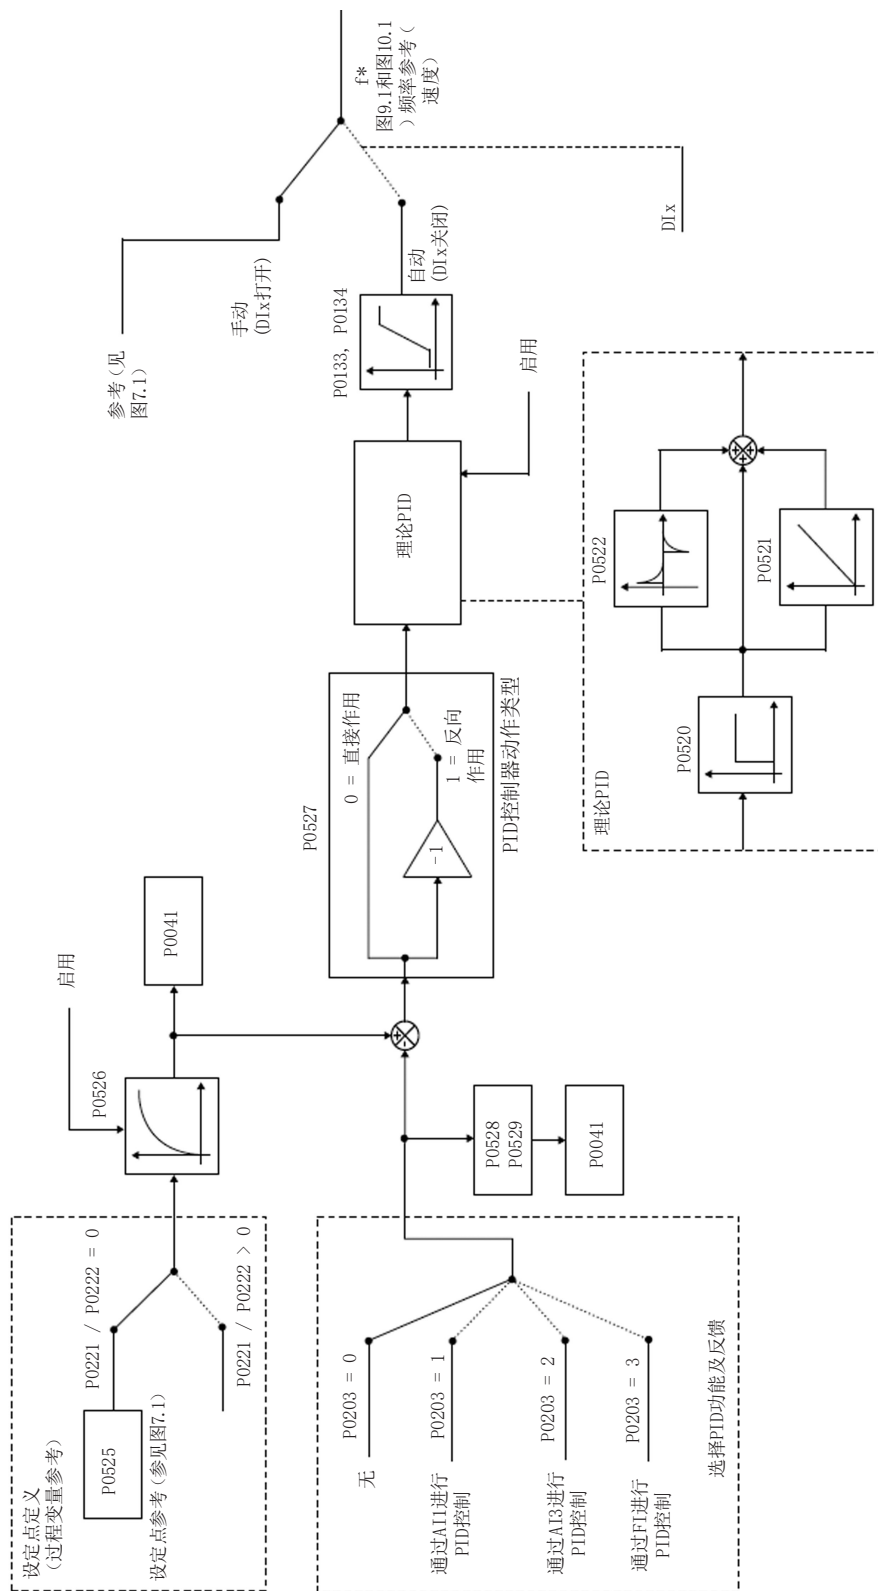

图 15.1: PID控制器框图
CFW500具有PID控制器功能,它可以用来控制闭环过程.该功能能够在变频器的普通转速控制上增加比例、积分和微分控制器.图15.1给出了PID控制器的方案。
**PID控制器的输入变量量度:**过程变量(P0040)和设定值(P0041)由P0528和P0529定义.另一方面,PID一般根据参数P0525和P0533以0.0至100.0%的百分比量度工作.请参考图15.1。
设定值的定义类似于第7.2中转速基准的定义,但它不是直接对斜坡输入施加值,而是根据图15.1施加PID输入。